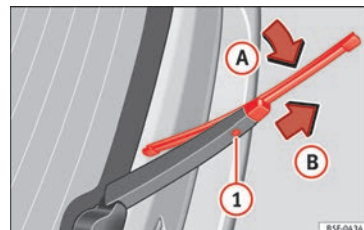

Fig. 80 Substituição da escova do vidro traseiro.
- Rode ligeiramente a escova » » Fig. 80 (seta ①).
- Mantenha pressionado o botão de desbloqueio ① puxando pela escova no sentido da seta ②.
- Introduza uma escova nova no braço limpa para-brisas **com o mesmo comprimento e características**, no sentido contrário à seta ② até que encaixe o botão ①.